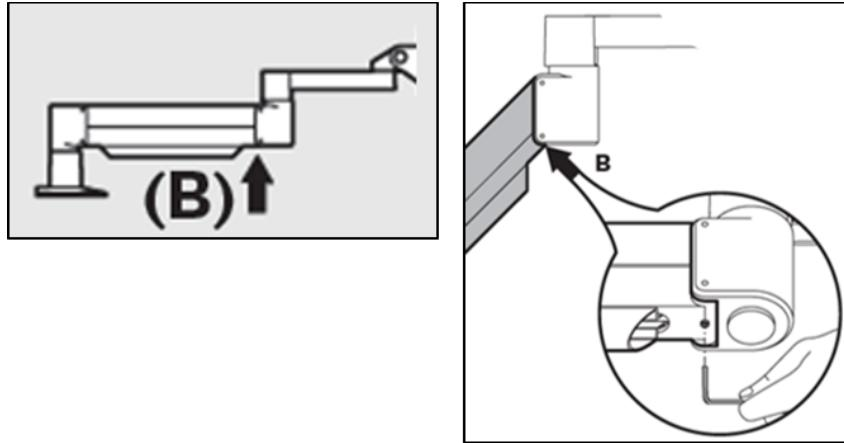

Bild 4-6. Lossa monteringsskruv B för motvikt
- Placera om armen horisontellt. Lossa den övre **monteringsskruv B för motvikt** genom att vrida skruven minst ett halvt varv. Använd en 3/32 insexnyckel. Se bild 4-6.
- Placera armen horisontellt och dra åt **monteringsskruv B för motvikt** tills kontakt bildas och dra sedan åt ett halvt till tre fjärdedelars varv. Se bild 4-6.